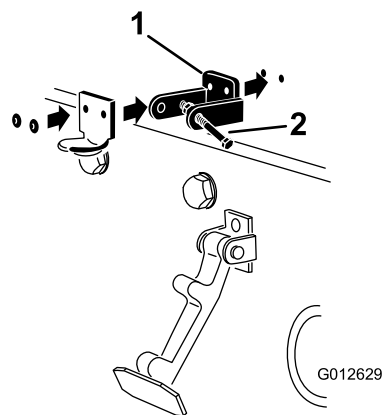

Bild 7
4. Fluchten Sie die Befestigungslöcher aus und positionieren Sie gleichzeitig die Halterung des CE-Riegels und des Motorhaubenriegels auf der Motorhaube (Bild 7).
6. Nieten Sie die Halterungen und Scheiben an die Haube (Bild 7).